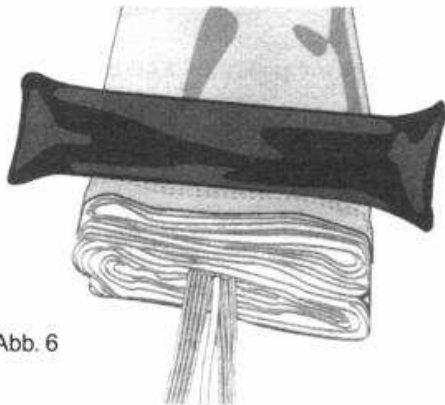

Abb. 6
5. Anschließend wird der Scheitel von seiner Befestigung gelöst und die Mittelleinenschleife in das Zentrum der Scheitelleinen gebracht. Dies ist äußerst wichtig damit bei einer Auslösung der Scheitel nicht einseitig belastet wird. Der Scheitel wird mit Hilfe der Mittelleine in die Schirmkappe hineingezogen. Hierzu zieht man an der Hauptverbindungsleine, bis die Fangleinen und die Mittelleine gleichlang und nebeneinander liegen. Der kreuzungsfreie Verlauf der Fang- und Mittelleinen ist einer der wichtigsten Arbeitsvorgänge beim Packen! Unbedingt kontrollieren ob alle Leinen kreuzungsfrei und ohne Durchschlaufung verlaufen! (Abb.6)